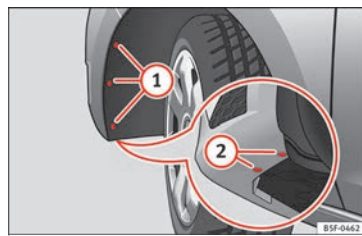

Fig. 214 Projecteur antibrouillard : accès au connecteur et au support d'ampoules.
- Retirez les 3 vis ① » fig. 214 de l'intérieur de l'aile et les 2 vis inférieures ② » fig. 214 du pare-chocs en vous servant d'un tournevis.